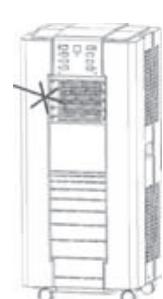

FIG 2
- Platzieren Sie nichts auf der Einheit oder beim Einzug/Ausgabe der Luft (Fig 2).